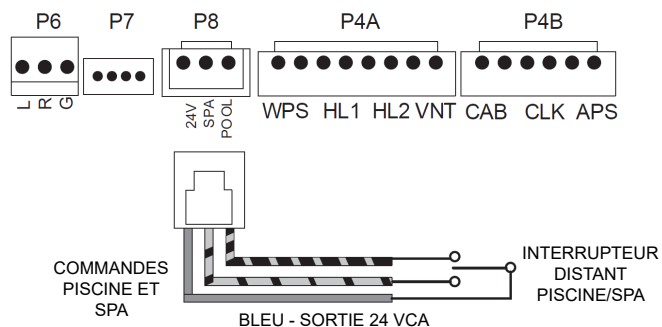

Figure 58. Harnais de câble 3 fils pour thermostat externe
5. Connectez le harnais de câble 3 fils pour thermostat externe au connecteur P8 et mettez l'appareil à ON. Voir **Figure 58**.